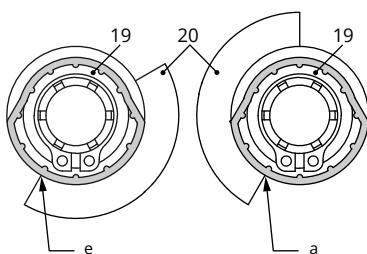

Fig. 21 : Cames de commutation et secteur denté
Les cames de commutation (19) sont prémontées avec le secteur denté (20) et les circlips (9) pour former l'unité de cames (21), cf. Fig. 21.
3. Dévisser les vis de fixation et pousser la platine de servomoteur (12) hors de son guide vers la droite. Soulever légèrement la platine et la pousser dans le sens du passage de câble.
4. Fixer le pignon transmetteur de course (2) au manchon de roulement (13) et les emboîter. Ce faisant, veiller à ce que l'arrêt latéral s'engage dans la rainure du manchon du roulement.
5. Fixer le pignon intermédiaire (1) sur l'axe 1 (11.1), puis placer l'anneau dentelé (3) en l'enfonçant jusqu'à la butée.
6. Placer l'entretoise (8) sur l'axe 2 (11.2).
7. Pousser le ressort de tension (4) sur l'axe correspondant en veillant à ce que le côté long du ressort se trouve entre les surfaces enveloppes de l'entretoise (8) et le pignon intermédiaire (1).
8. Fixer d'abord les deux cames de commutation préassemblées (19) au secteur denté (20) avec le pignon.
9. Pousser les pignons de réglage (18) sur leurs axes et fixer chacun d'eux avec une vis. Vérifier que chaque pignon peut tourner facilement et desserrer la vis, si nécessaire.
10. Tourner les deux cames de commutation (19), comme illustré dans Fig. 21, en fonction de la position de la tige de servomoteur sur le secteur denté (20).